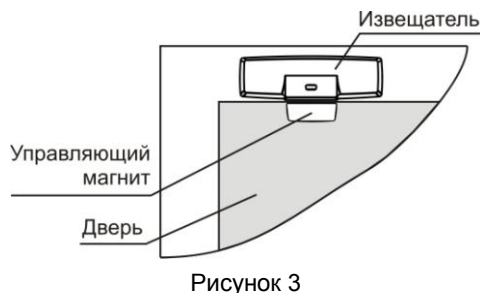

Рисунок 3
**8.1.2** Вариант размещения извещателя на двери (рисунок 3).